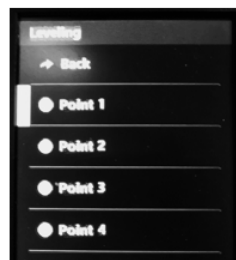
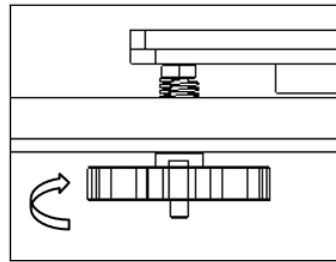

Fig 2
Fig 3
Schritt 3: Führen Sie „Bett vorbereiten“ aus Nivellierung >> Punkt 1“ auf dem Bedienfeld (Abb. 2), die Düse geht zu den Ecken des Bettes, lösen Sie die Handmuttern unter dem Brutbett (Abb. 3) und lassen Sie die Düse das Brutbett fast berühren (Abb. 4). Fahren Sie mit „Punkt 2/3/4“ fort, bis alle vier Ecken geebnet sind.